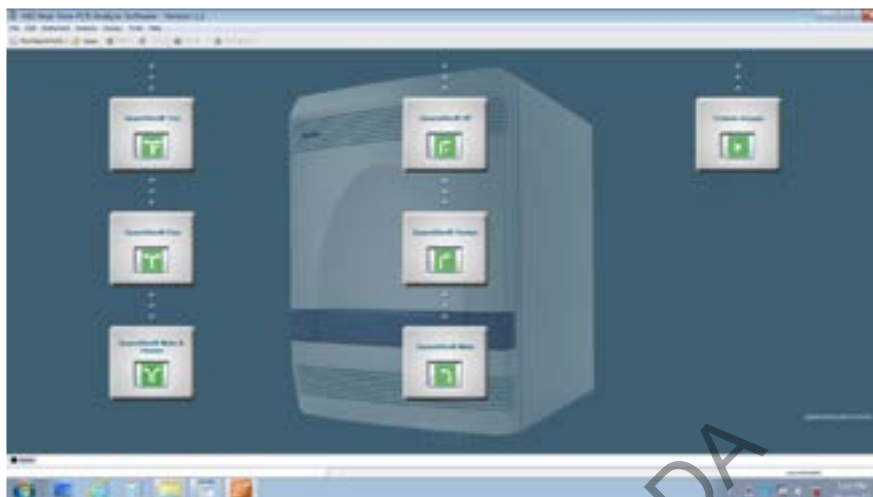

Figura 7. Pantalla de inicio de la aplicación HID Real-Time PCR Analysis Software v1.3 o superior
**7.2.10** Seleccione del menú desplegable el kit a utilizar, Quantifiler Trio. Ver figura 7.